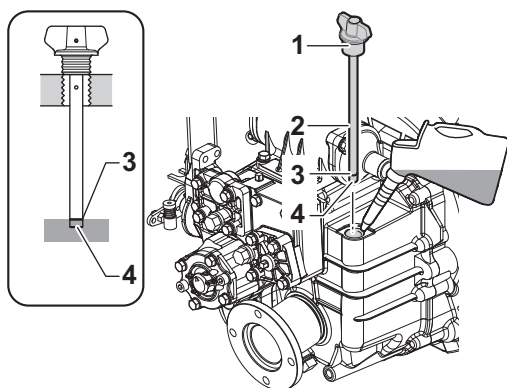

Figure 7
2. Enlevez le bouchon de remplissage (**Figure 7, (1)**) au sommet du boîtier.
3. Enlevez la jauge (**Figure 7, (2)**) et nettoyez-la avec un tissu propre.
4. Réinsérez la jauge sans la visser. Voir l'illustration (**Figure 7**).
5. Enlevez la jauge. Le niveau de l'huile doit être compris entre les lignes supérieure (**Figure 7, (3)**) et inférieure (**Figure 7, (4)**) de la jauge.
3. Remplissez avec de l'huile jusqu'à la limite supérieure sur la jauge (**Figure 7, (3)**). Voir *Spécifications de l'huile pour engrenage marin* à la page 61.